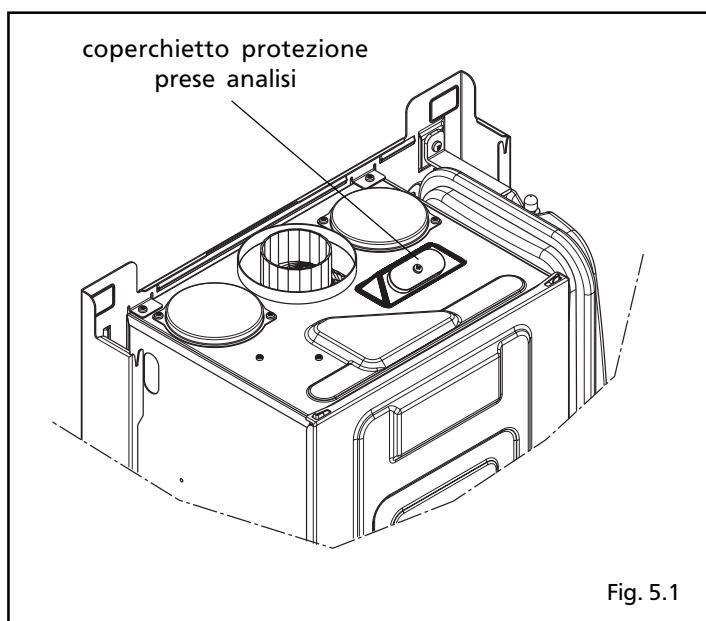

Fig. 5.1
- con la caldaia alla massima potenza, in modo ☀ (estate), temperatura sanitaria a 60°C, rubinetto dell'acqua calda alla massima portata, è possibile effettuare il controllo della combustione inserendo le sonde nelle posizioni previste sulla cassa aria (fig. 5.1)